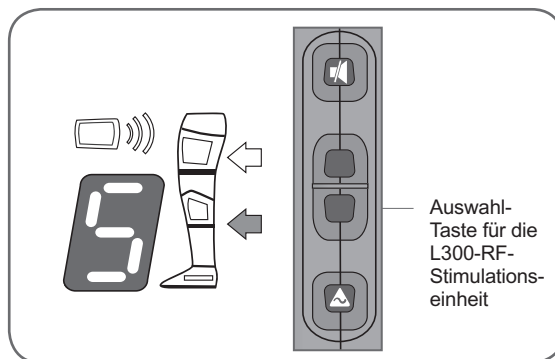

Abbildung 8-1: Auswahl der L300 RF-Stimulationseinheit
1. Drücken Sie die Auswahl-Taste für die L300-RF-Stimulationseinheit. Der Pfeil neben der L300 RF-Stimulationseinheit-Anzeige leuchtet zur Bestätigung Ihrer Auswahl GRÜN (siehe Abbildung 8-1).